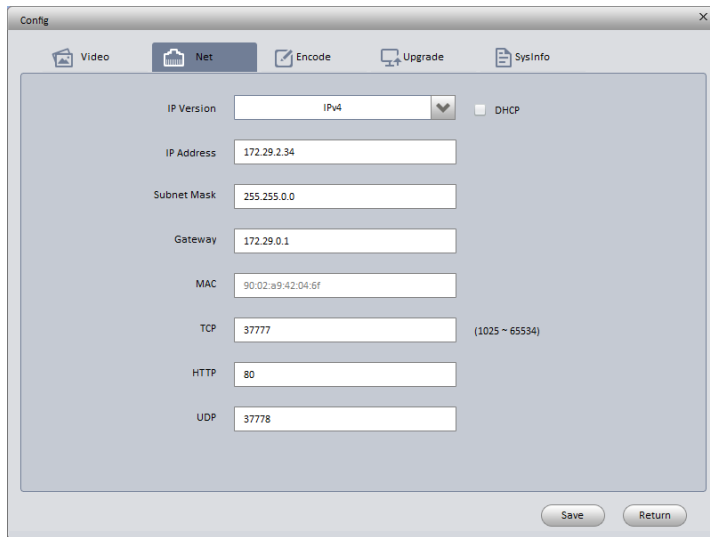

Figura 3-2
Passo 3 Modificare l'indirizzo IP della telecamera sull'interfaccia "Net", fare clic su "Salva" per terminare la modifica. Vedere la Figura 3-2 per ulteriori dettagli.